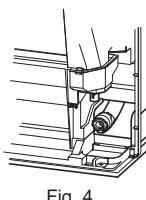

Fig. 4
- Atunci când dirijați conductele de evacuare, asigurați-vă că furtunul de scurgere (1) este direcționat conform indicațiilor. (Fig. 4)